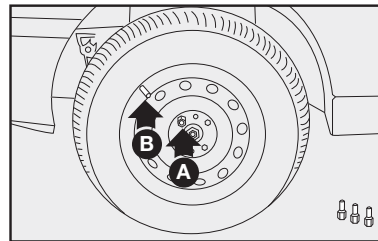

fig. 6
8) Atarraxar apenas um dos parafusos **A-fig. 6**, em correspondência com a válvula de enchimento **B**;